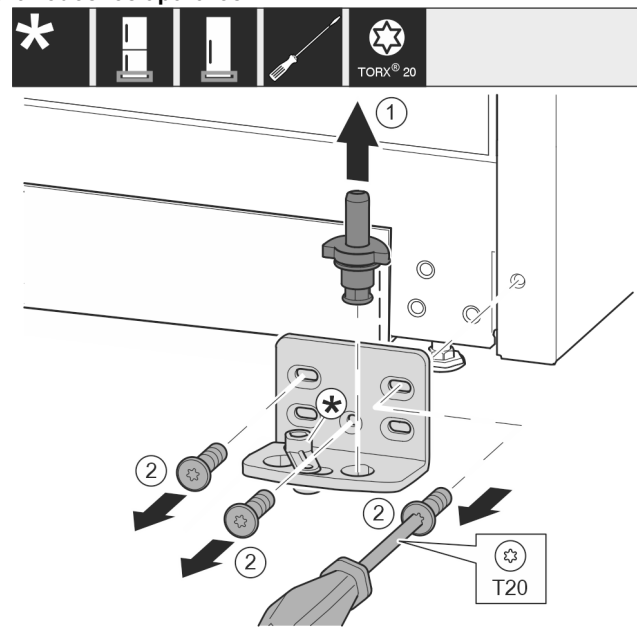

Fig. 12
- ▶ Extraer por completo el perno de apoyo hacia arriba. Fig. 12 (1)
- ▶ Desenroscar los tornillos con el destornillador T20 y retirar el soporte de apoyo. Fig. 12 (2)